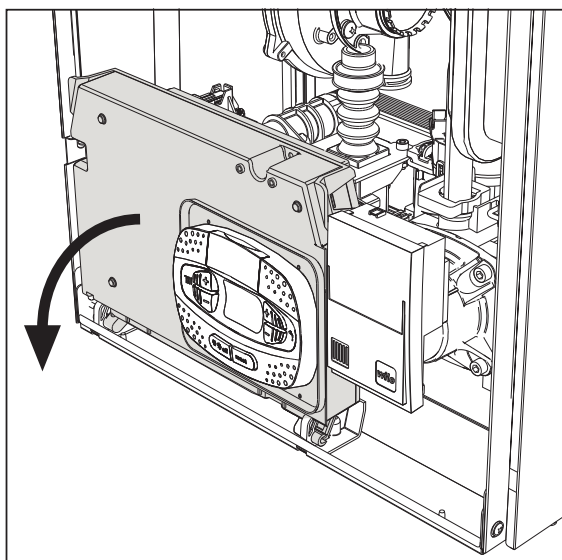
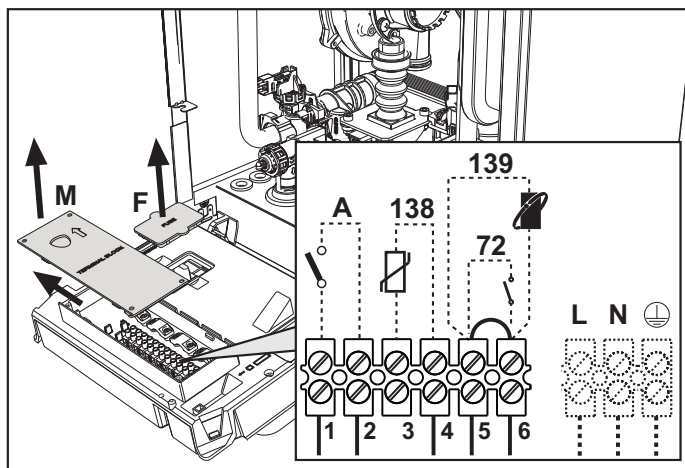

fig. 19
fig. 20
Dopo aver tolto il pannello frontale ( \*\*\* 'Apertura del pannello frontale' on page 32 \*\*\* ) è possibile accedere alla morsettiere (M) e al fusibile (F) seguendo le indicazioni descritte di seguito (fig. 19 e fig. 20). **I morsetti indicati nella fig. 20 devono essere a contatti puliti (non 230V).** La disposizione dei morsetti per i diversi allacciamenti è riportata anche nello schema elettrico alla fig. 62.